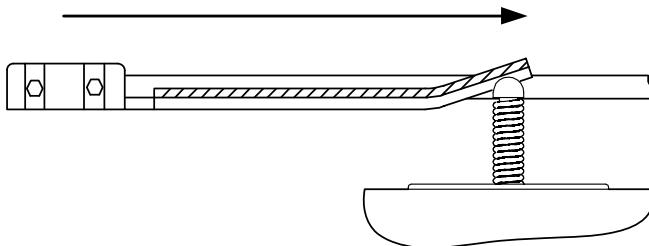

Рисунок 9. Кронштейн концевых положений
- Расположите соответствующий кронштейн (рис. 9) на зубчатой рейке таким образом, чтобы его изогнутая пластина нажимала пружинный рычаг привода, воздействующий на рычажок электромеханического выключателя, вызывая его срабатывание. Учтите возможность небольшого перемещения створки (20...30 мм) после срабатывания конечного выключателя привода. После определения нужного положения закрутите болты кронштейна. Для предотвращения смещения кронштейна после окончательной настройки работы привода рекомендуется подсверлить на зубчатой рейке точки зажима болтов кронштейна.